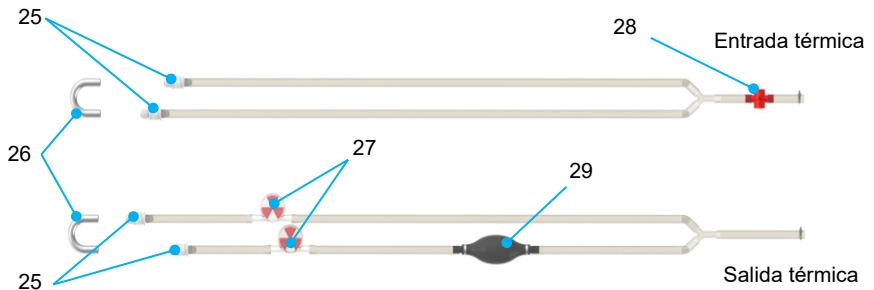

Figura 7 Tubos de la unidad térmica
La unidad térmica mantiene la temperatura de la solución de perfusión circulante mediante elementos Peltier. En función de la temperatura fijada, estos elementos enfrían o calientan el circuito interno de agua por efecto termoeléctrico. Para transferir la temperatura del circuito interno de agua a la solución de perfusión, la unidad térmica se conecta mediante tubos de silicona a los puertos del intercambiador de calor de ambos oxigenadores, véanse la Figura 7 y la Figura 14. El puerto de salida de la unidad térmica está conectado al puerto de «entrada de agua» del intercambiador de calor y el puerto de entrada de la unidad térmica está conectado al puerto de «salida de agua» del intercambiador de calor.
- Coloque el tubo térmico (Figura 7) con el acoplador de la tubería de agua (elemento 26) lo más bajo posible. Asegúrese de que durante el llenado y la desaireación (apartado 2.3.1), la entrada y la salida de la unidad térmica (Figura 7, elementos 21 y 22) están en el punto más alto, de tal manera que las burbujas de aire se muevan en dirección a la unidad térmica.
- Apriete repetidamente el globo de desaireación (Figura 7, elemento 29) para expulsar todo el aire posible del tubo térmico del lado HA.